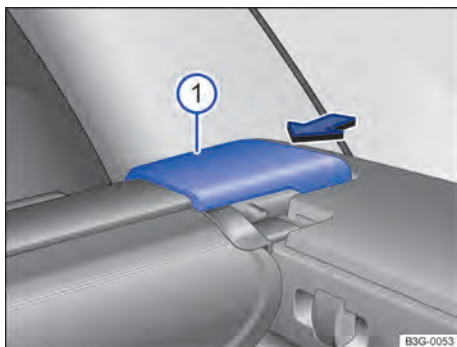

Fig. 190 No compartimento de bagagem: remover a cobertura do compartimento de bagagem.
- Pressionar o suporte da cobertura do compartimento de bagagem → Fig. 190 ① na direção da seta e mantê-la pressionada.
- Soltar o suporte da cobertura do compartimento de bagagem → Fig. 190 ①.
- Pressionar o suporte da cobertura do compartimento de bagagem → Fig. 190 ① no sentido da seta e encaixar no receptáculo direito do revestimento lateral.